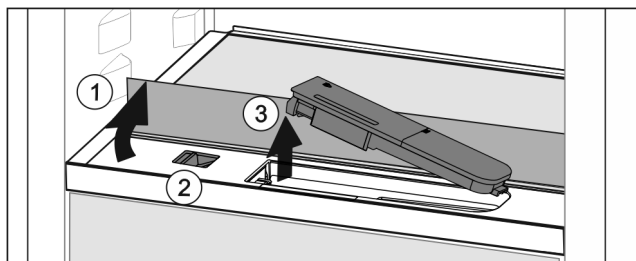

Fig. 42
- Nadvihnite sklenú dosku a až na doraz ju sklopte dozadu Fig. 42 (1).
- Potlačte posúvač Fig. 42 (2) doľava.
- Vyberte nádržku na vodu Fig. 42 (3).